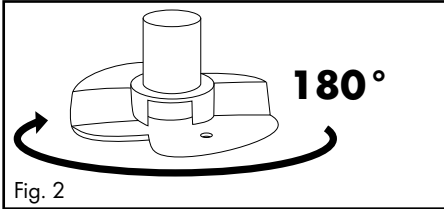
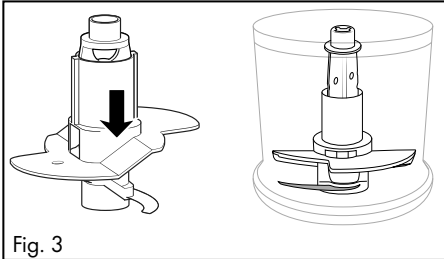

Fig. 2
Fig. 3
- Per 200 ml di panna ruotare la frusta **11** in orizzontale di 180° (Fig. 2) in modo tale che essa poggi solo su una lama **8** e si innesti in posizione (Fig. 3). In tal modo la frusta attraversa la panna in una posizione superiore: